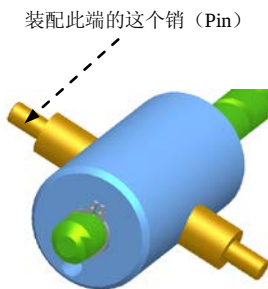

图 12.5.10 装配另一个销
(1) 选择下拉菜单 **插入(I)** → **元件(C)** → **装配(A)...** 命令, 打开文件名为 pin.prt 的零件, 引入零件销 (pin)。
(2) 创建“对齐”和“配对”装配约束, 将零件销 (pin) 装配到零件活塞 (Piston) 中。
Step10. 增加固定元件: 装配另一个销 (pin.prt), 如图 12.5.10 所示。操作方法与 Step9 相同。